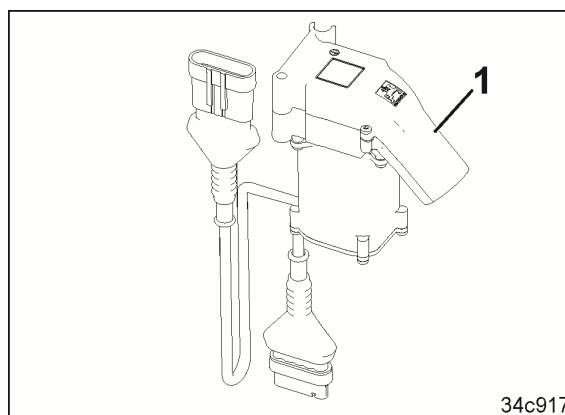

Рис. 51
Для создания технологических колеи на отдельных сегментах (Рис. 51/1) имеются заслонки для перекрытия выходов технологических колеи.
- заслонки в сегментах технологической колеи (Рис. 51/1) блокируют подачу посевного материала к семяпроводам сошников технологической колеи;